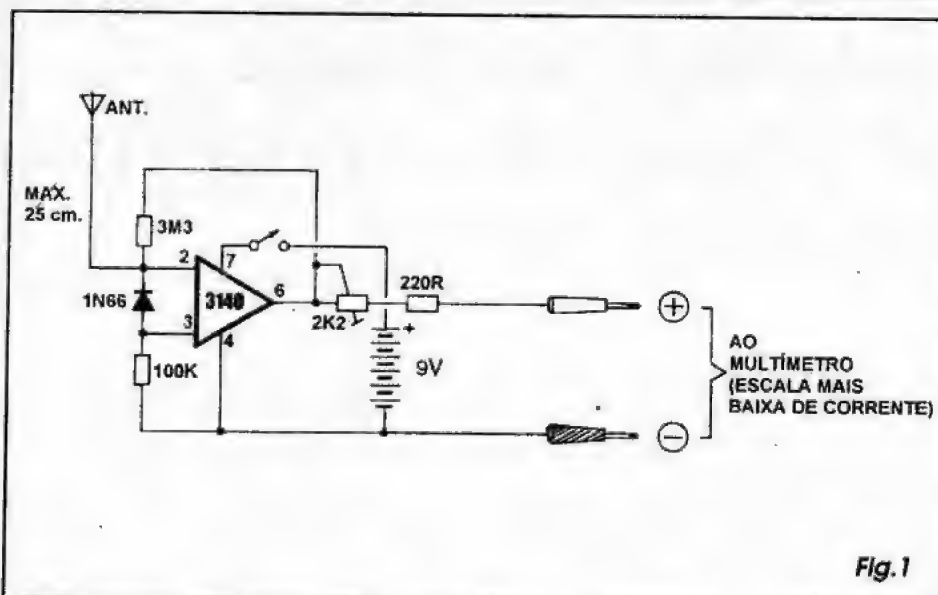

Fig.1
- FIG. 1 - DIAGRAMA ESQUEMÁTICO DO CIRCUITO - O circuito, em si, é uma caquinha... Simples na sua concepção, muito reduzido no número de componentes (só peças comuns, de fácil aquisição...), utiliza como miolo ativo um integrado Amplificador Operacional, equivalente ao velho 741, porém internamente dotado (nos seus blocos de entrada...) de transistores de efeito de campo, o que lhe proporciona uma impedância muito alta, garantindo excelente sensibilidade a sinais aplicados às suas entradas inversora e não inversora (respectivamente pinos 2 e 3...), quando circunscrito no modo diferencial... O citado integrado é o CA3140 (já conhecido dos leitores/ho-